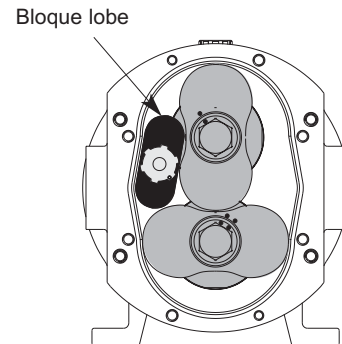

Figure 10
3. Positionner les lobes **27** et insérer le bloque lobe **111** comme indiqué en figure 10.